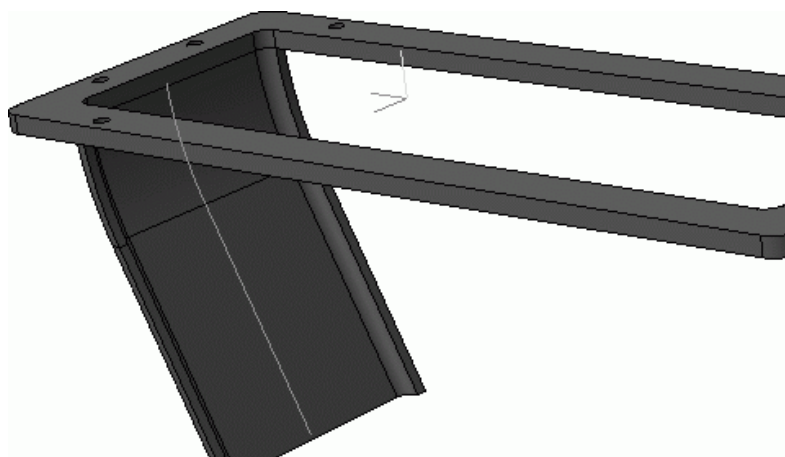

Рис. 3.74. Добавление передней стенки корпуса редуктора
6. Создав эти два эскиза, нажмите кнопку Кинематическая операция панели Редактирование детали и постройте переднюю стенку редуктора. В качестве базового эскиза укажите профиль стенки, а в качестве траектории – только что созданную кривую-контур корпуса. В группе кнопок Движение сечения нажмите кнопку Параллельно самому себе. Создайте кинематическую операцию. В результате к фланцу редуктора будет «приклеена» его передняя стенка (рис. 3.74).